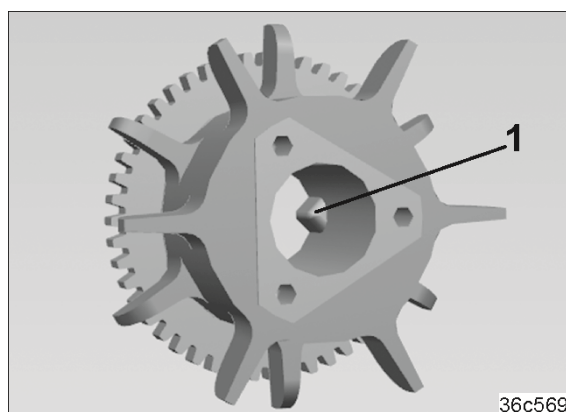

Fig. 253
9. Entfernen Sie die Dreikant-Mitnehmer (Fig. 253/1) der Bohnensäräder, die später zum Anlegen der Fahrgassen abgeschaltet werden sollen.
Die Dreikant-Mitnehmer (Fig. 253/1) der anderen Bohnensäräder greifen in die Aussparung der Säwelle.